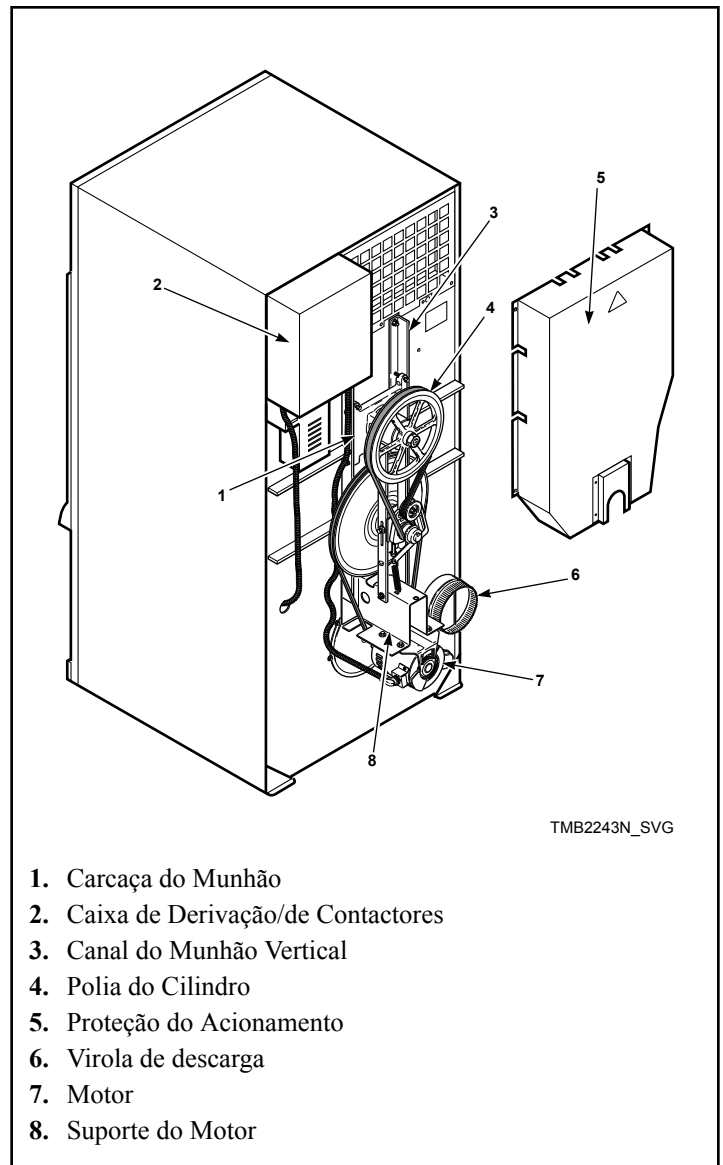

Figura 8
2. Remova a proteção do acionamento. Consulte a *Figura 8*.
3. Remova as correias de transmissão. Consulte a *Figura 8*.
8. Remova a carcaça do munhão. Consulte a *Figura 8*.
10. Remova o(s) motor(es) e suporte(s) do(s) motor(es). Consulte a *Figura 8*.
12. Remova a Caixa de Derivação/de Contactores. Consulte a *Figura 8*.